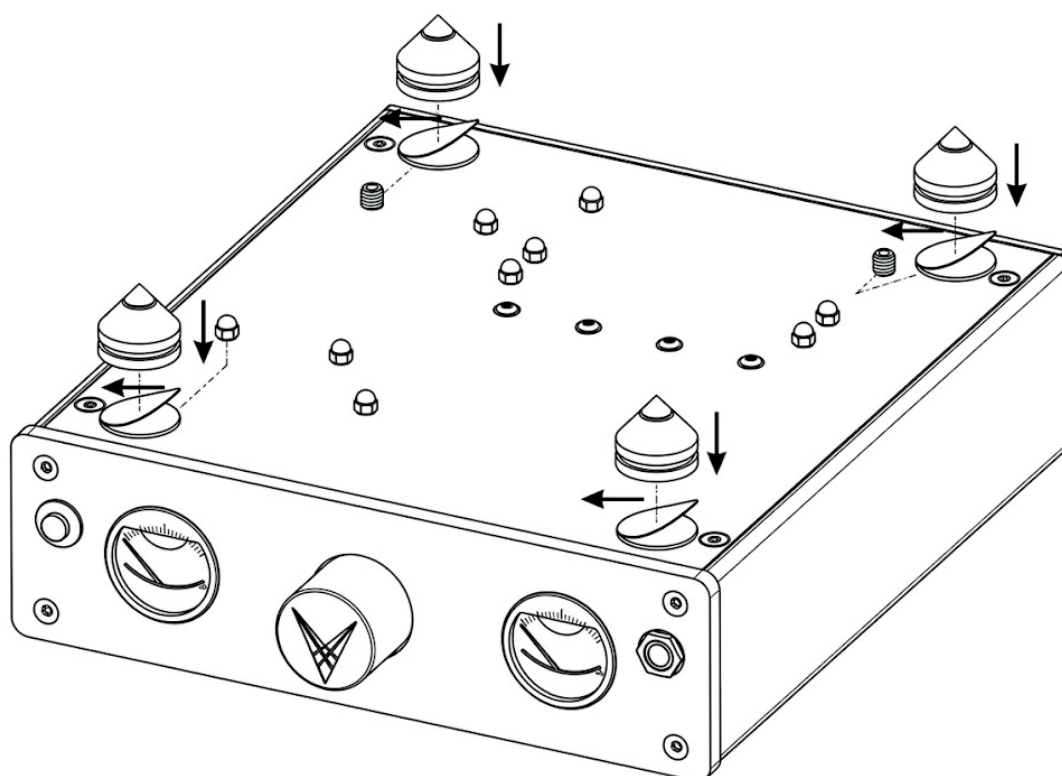

Рис. 2. Установка антивибрационных подставок
- Установите антивибрационные подставки (ножки) из комплекта поставки (см. рис. 2) либо используйте другие аксессуары (за консультацией можете обратиться по месту приобретения устройства).